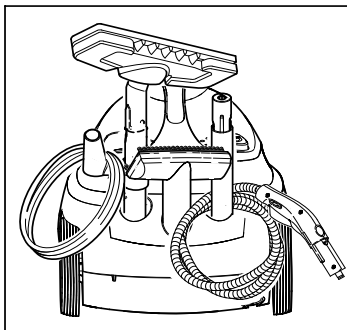

Figure 7
- Placer le tube de rallonge dans le grand support d'accessoires (voir Figure 7).
- Connecter la buse manuelle (E1) dans le support d'accessoires central (voir Figure 7).